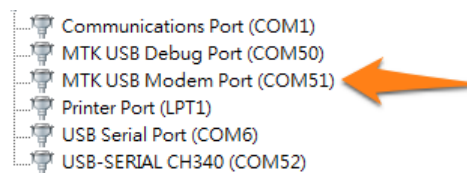

图 17 装置管理内的 MTKUSB Modem 口 (COMxx)
- b) 在装置管理，到 Ports (COM&LPT) 并找到 MTKUSB Modem 口 (COMxx) ，如图 17 请注意它的口号码 (xx) 。